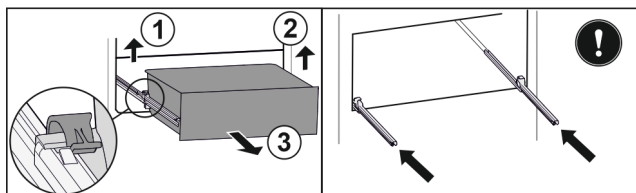

Fig. 101
- Linke Klemme anheben und gleichzeitig Schubfach links nach vorne ziehen. Fig. 101 (1)
- Rechte Klemme anheben und gleichzeitig Schubfach rechts nach vorne ziehen. Fig. 101 (2)
- Schubfach nach vorne entnehmen. Fig. 101 (3)